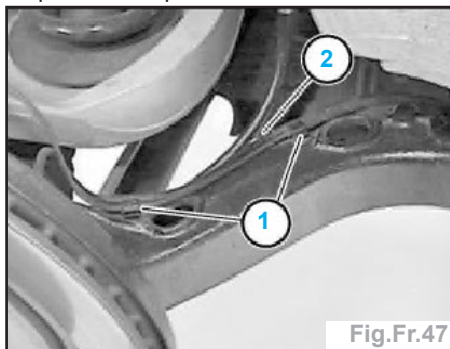

Fig.Fr.47
**Cheminement de câble jusqu'à 03/02 (fig.Fr.47) :**
- ouvrir l'attache de câbles (1),
- retirer le câble (2) des supports sur le trapèze de suspension de la roue arrière.